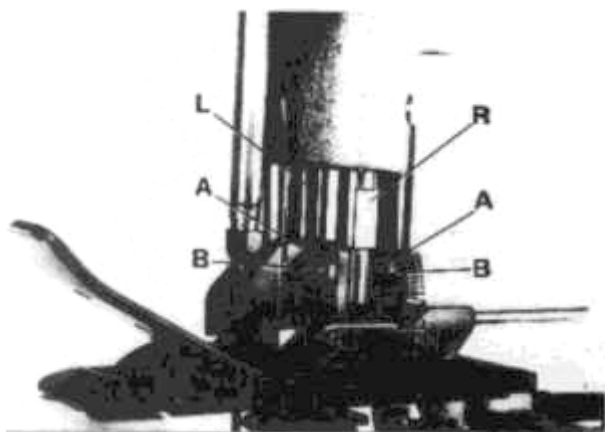

Рис. 10
Заберіть голку і покрутіть махове колесо доти, доки зубчаста рейка не стане нижче голкової пластини. Опустіть важіль притискної лапки і вставте притискну лапку в два механізми преса (L і R, рис.10). Правий механізм преса (R) повинен лише взаємодіяти зі своїм стрижнем у канавці хвостовика притискної лапки.